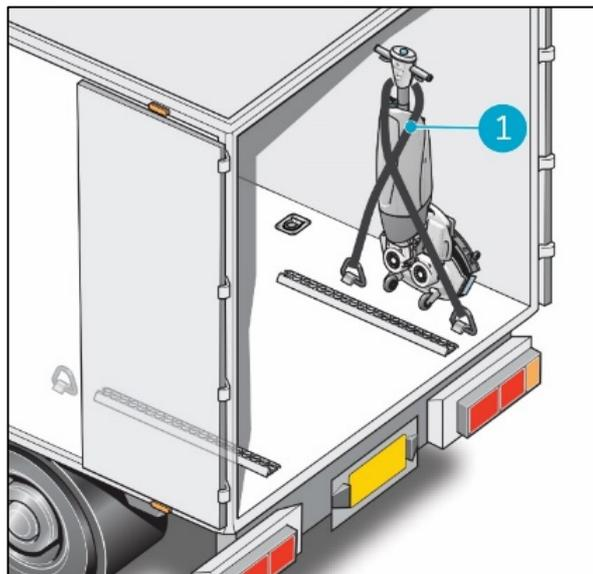

Abbildung 7
5. Sichern Sie den i-mop mit einem Spanngurt oder einer anderen geeigneten Rückhaltevorrchtung (Figure 7, Pos. 1).